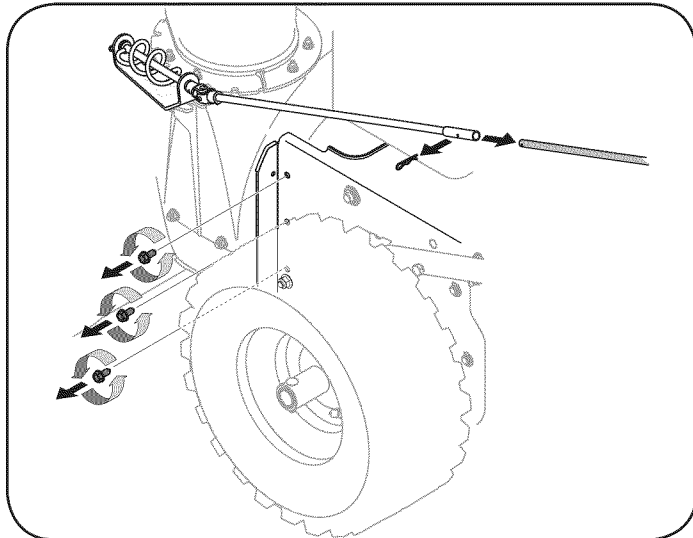

Figura 26
1. Corder quitar el pasador que asegura la parte superior de la tolva a la manivela de la tolva inferior manivela. Consulte la Figura 26.
4. De ambos lados del marco de la reunión, utilice un 1 / 2 "para quitar la llave hexagonal de toque tres tornillos que fijan el marco de la barrena del ensamblaje. Referirse a la Figura 26.